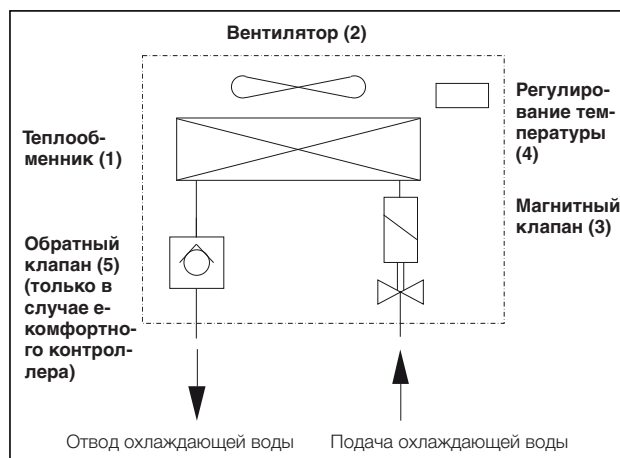

Рис. 2: Воздухо-водяной теплообменник
Воздухо-водяной теплообменник состоит из следующих частей (см. рис. 2): кассета теплообменника (1), вентилятор (2), магнитный клапан (3), регулирование температуры (4), а также обратный клапан (5).